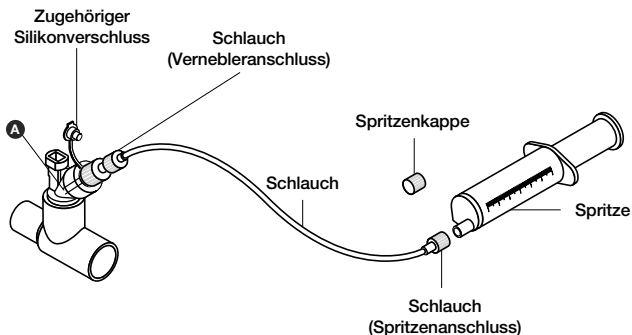

Abbildung 5. Schlauchset für die kontinuierliche Vernebelung
7. Die mit dem Medikament gefüllte Spritze in die Spritzeninfusionspumpe einführen (die Pumpe ist in Abbildung 5 nicht zu sehen).